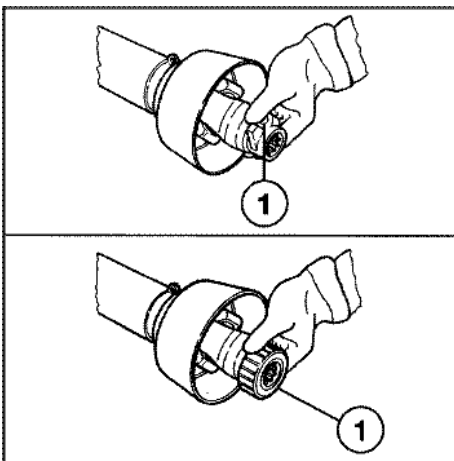

Fig. 12
- Fissare l'albero cardanico all'albero della pompa, agendo sull'apposito/a pulsante/ghiera (1 Fig. 12). Per permettere l'inserimento, rilasciare il pulsante/ghiera e accertarsi che il giunto si arresti nella sua sede.